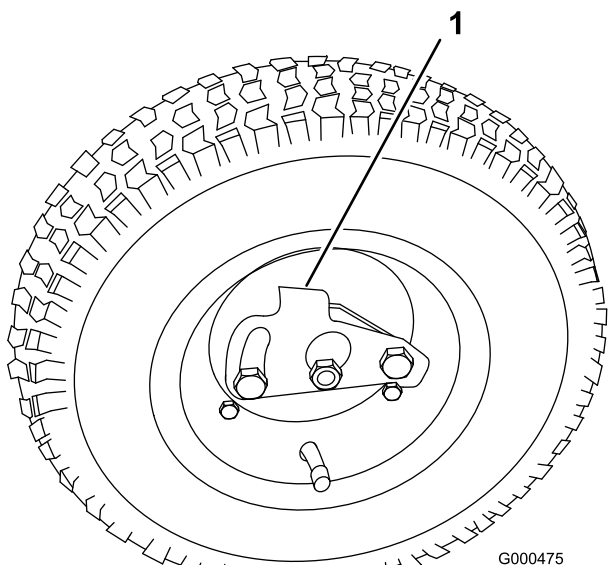

Figura 14
2. Gire la pletina de retención de la rueda hacia el centro de la rueda y coloque la rueda sobre el eje hexagonal (Figura 14).